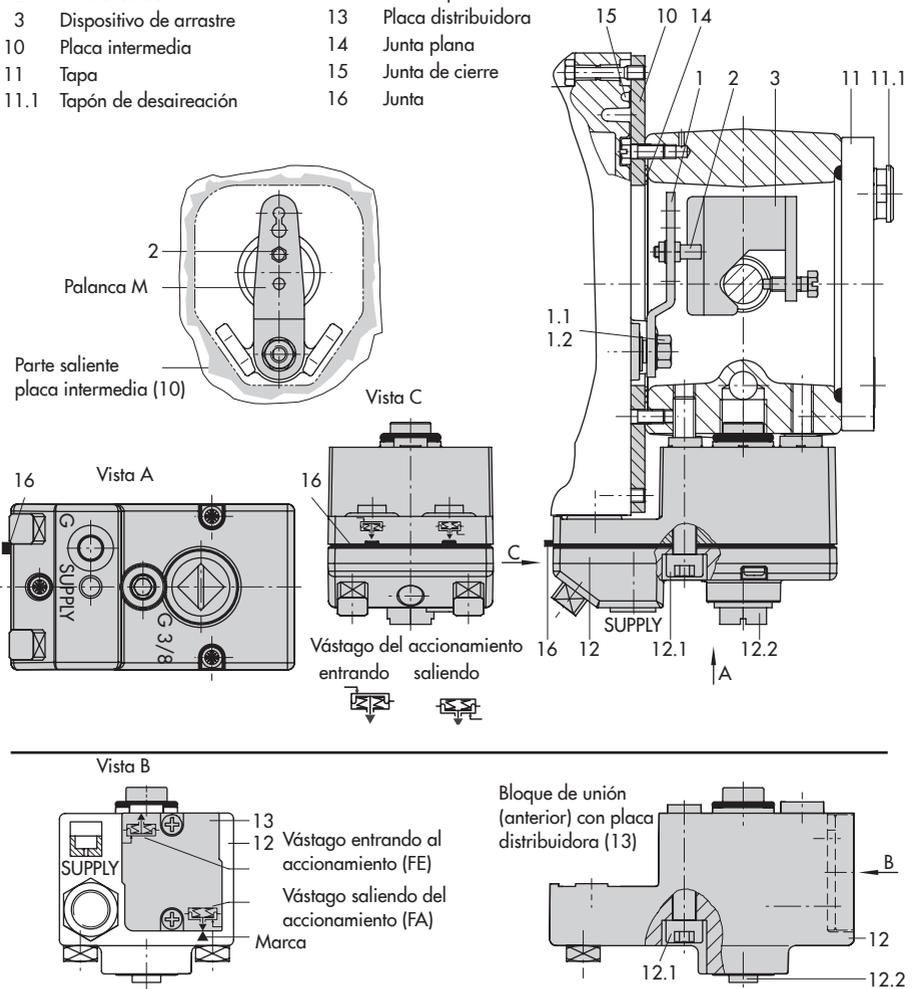

Fig. 4: Montaje integrado – conexión presión de mando en accionamiento Tipo 3277 de 175 a 750 cm2
#### Accionamiento de 175 a 750 cm2 (ver fig. 4)
1. Colocar el dispositivo de arrastre (3) en el vástago del accionamiento, alinearlos y fijarlo de forma que el tornillo de fijación esté bien alojado en el encaje del vástago del accionamiento.
2. Fijar la placa intermedia (10) con la parte saliente más estrecha (fig. 4 izq.) hacia la conexión de la presión de mando, la junta plana (14) enganchada tiene que quedar del lado del puente del accionamiento.
3. En accionamientos de 355, 700 y 750 cm2 desenroscar el pin (2) colocado en la posición **35** de la palanca **M** (1) y roscarlo en la posición **50**.
6. Comprobar que la lengüeta de la junta (16) lateral al bloque de unión, se encuentra encima del símbolo correspondiente a la ejecución del accionamiento "vástago saliendo" o "vástago entrando". Si es necesario, destornillar los tres tornillos, levantar la tapa, girar la junta (16) 180° y volver a fijarlo.
Con la ejecución anterior de bloques de unión (fig. 4 abajo) es necesario girar la placa distribuidora (13) hasta que la marca indique el símbolo que corresponde a la ejecución del accionamiento.
7. Colocar el bloque de unión (12) con sus juntas en el posicionador y puente del accionamiento, y fijarlo con los tornillos (12.1). En accionamientos "vástago entrando" se tiene que quitar el tapón (12.2) y montar el tubo para la presión de mando.